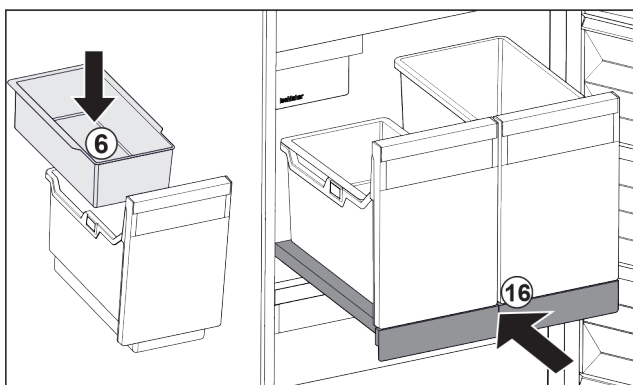

Fig. 107
- ▶ Sätt in det hängande facket Fig. 107 (6) för istärningar.
- ▶ Skjut in utdragshyllan med behållare (IceTower). Fig. 107 (16)